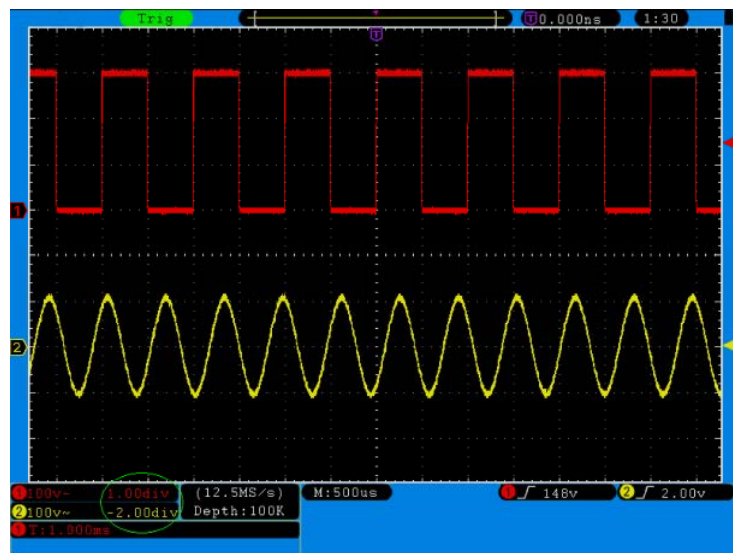

Abb. 25 Informationen zur vertikalen Position
3. Wenn die vertikale Position der Wellenform des Kanals eingestellt wird, zeigt der Bildschirm die Informationen zur vertikalen Position in der linken unteren Ecke an (siehe **Abb. 25**).